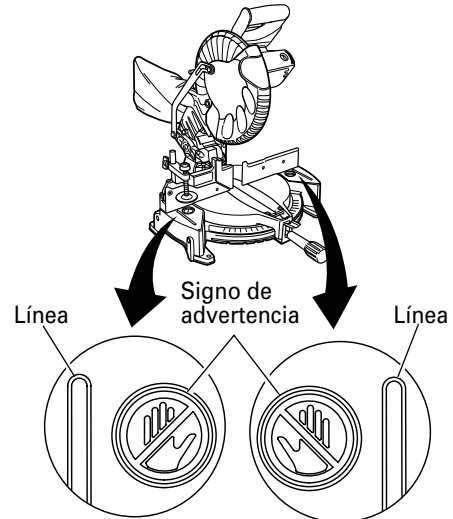

Fig. 18
- * No coloque nunca sus miembros dentro de la línea cerca del signo de advertencia mientras esté utilizando la herramienta. Esto podría resultar peligroso (consulte la Fig. 18).